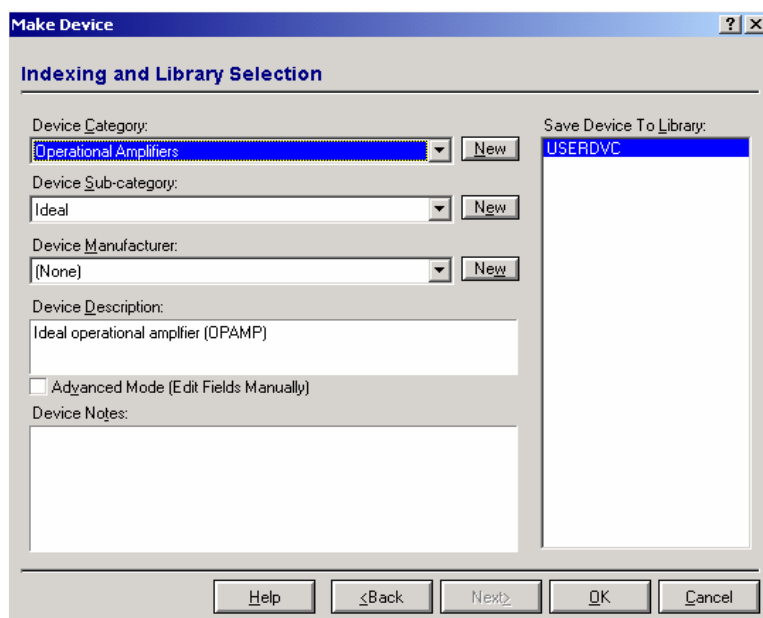

Figura 54: Janela *Make Device*.
12. Em **Indexing and Library Selection**, figura 54, configure a categoria, subcategoria, fabricante e em caso necessário, adicione as descrições do componente em **Device description**.